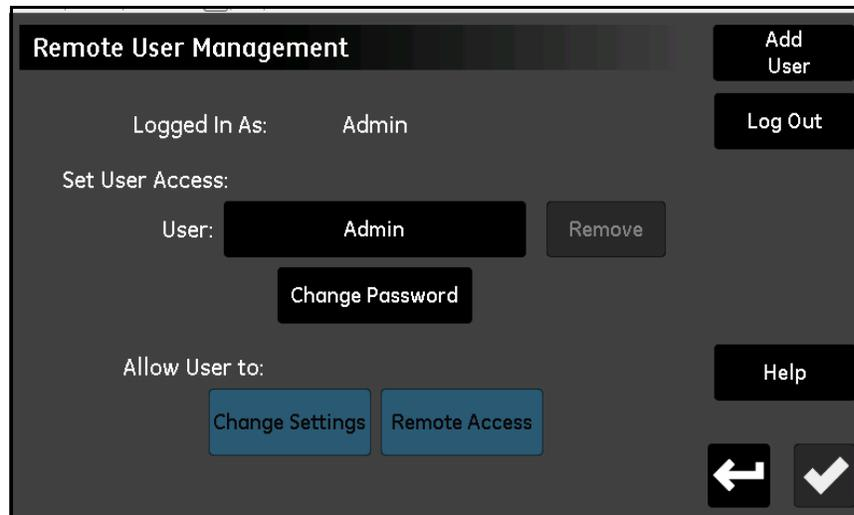

Figura 71: La schermata Gestione utenti Web
Immettere la password e toccare il pulsante **Accedi**. Dopo l'accesso viene aperta la schermata *Gestione utenti Web* mostrata nella *Figura 71*.
La password di **Operator** deve essere modificata alla prima occasione. La procedura per la modifica della password di **Operator** è uguale a quella per la modifica della password di **Admin** (consultare il paragrafo precedente). Selezionare l'account **Operator** dalla schermata *Gestione utenti Web* (Figura 71 a pagina 77), quindi immettere e confermare la nuova password.
4. Toccare il pulsante **Accedi** per aprire la schermata *Gestione utenti remoti* (Figura 71 a pagina 77).